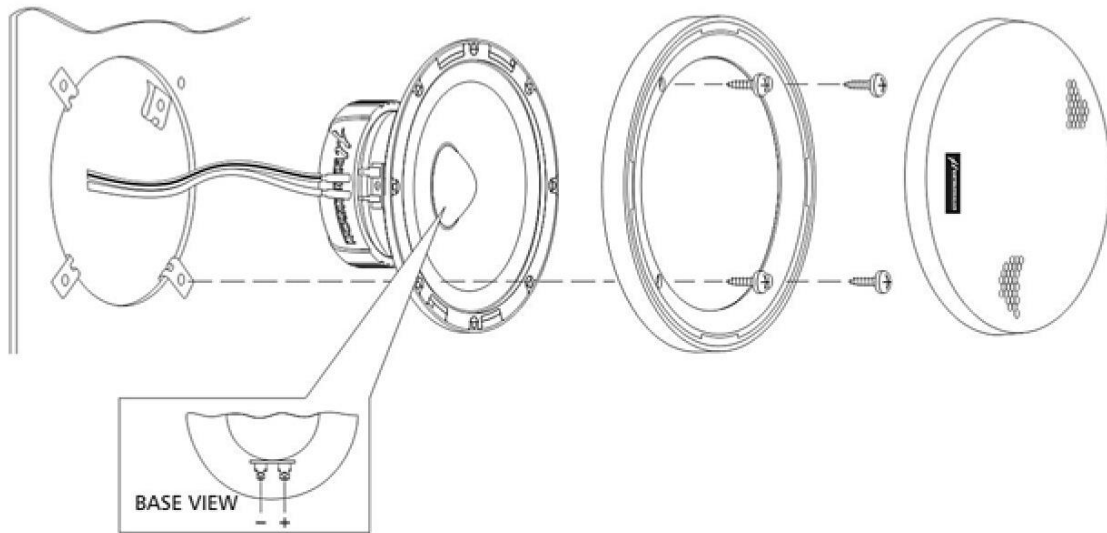

Рис. 1
- 3 Вставьте динамик в отверстие и привинтите его (см. Рис. 1).
- 6 Вставьте динамик в вырезанное под него отверстие и аккуратно привинтите саморезами из комплекта. (см. Рис. 1).